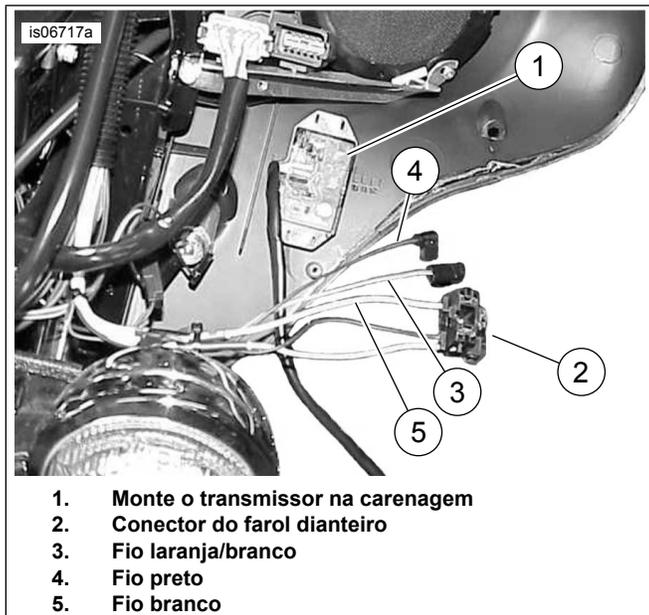
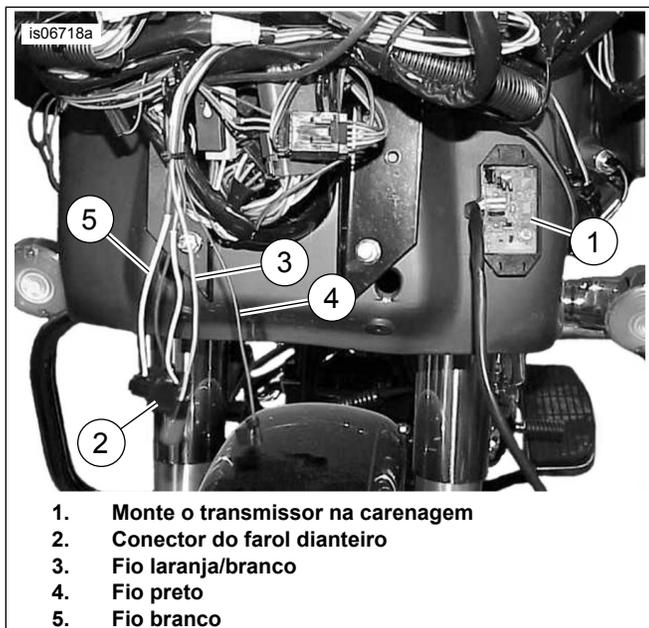

Figura 11. Fios para as conexões do transmissor (FLHT/X anos 2013 e anteriores)
Figura 12. Fios para as conexões do transmissor (FLTR anos 2013 e anteriores)
3. Veja Figura 11. (Modelos FLHT, FLHX) ou Figura 12. (Modelos FLTR). Monte o transmissor na parte superior da carenagem.